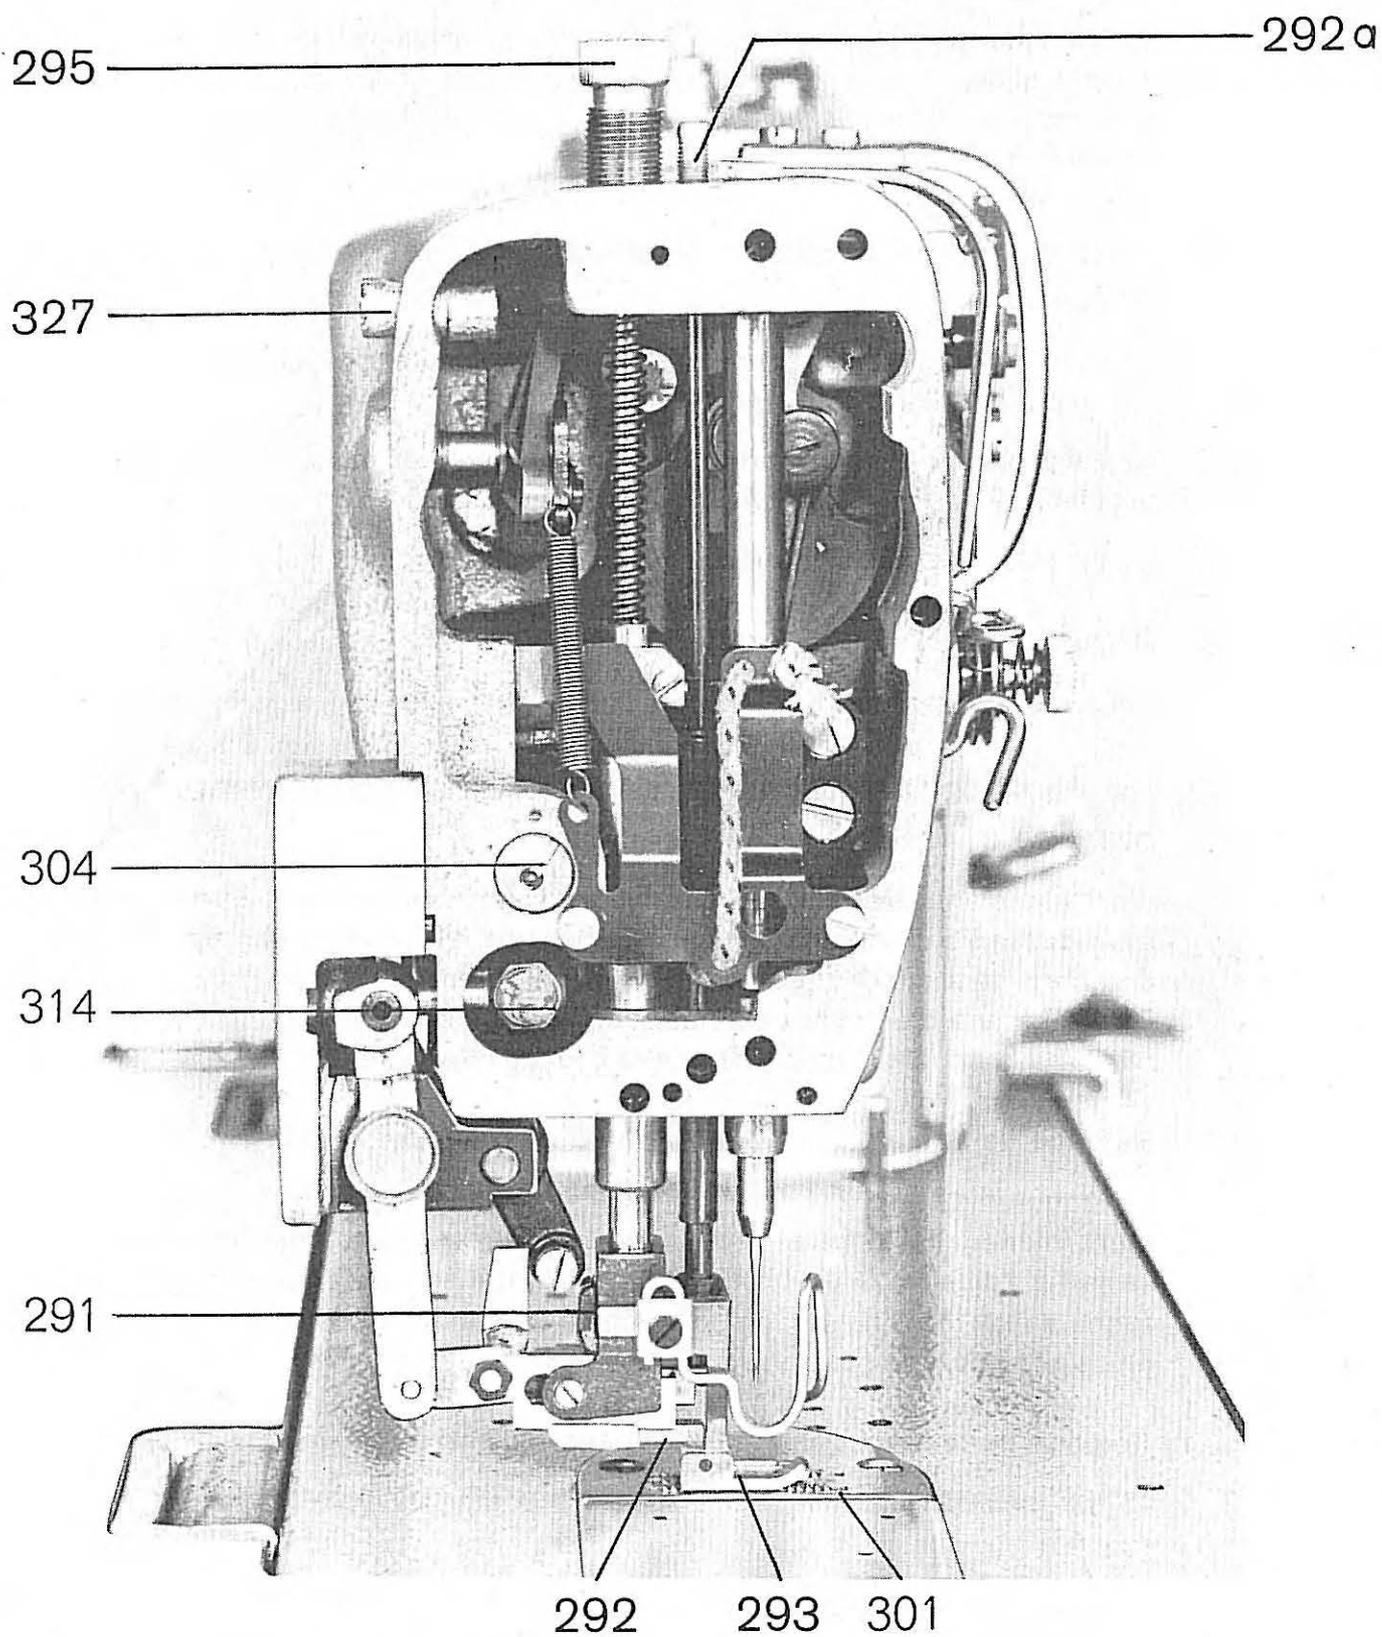
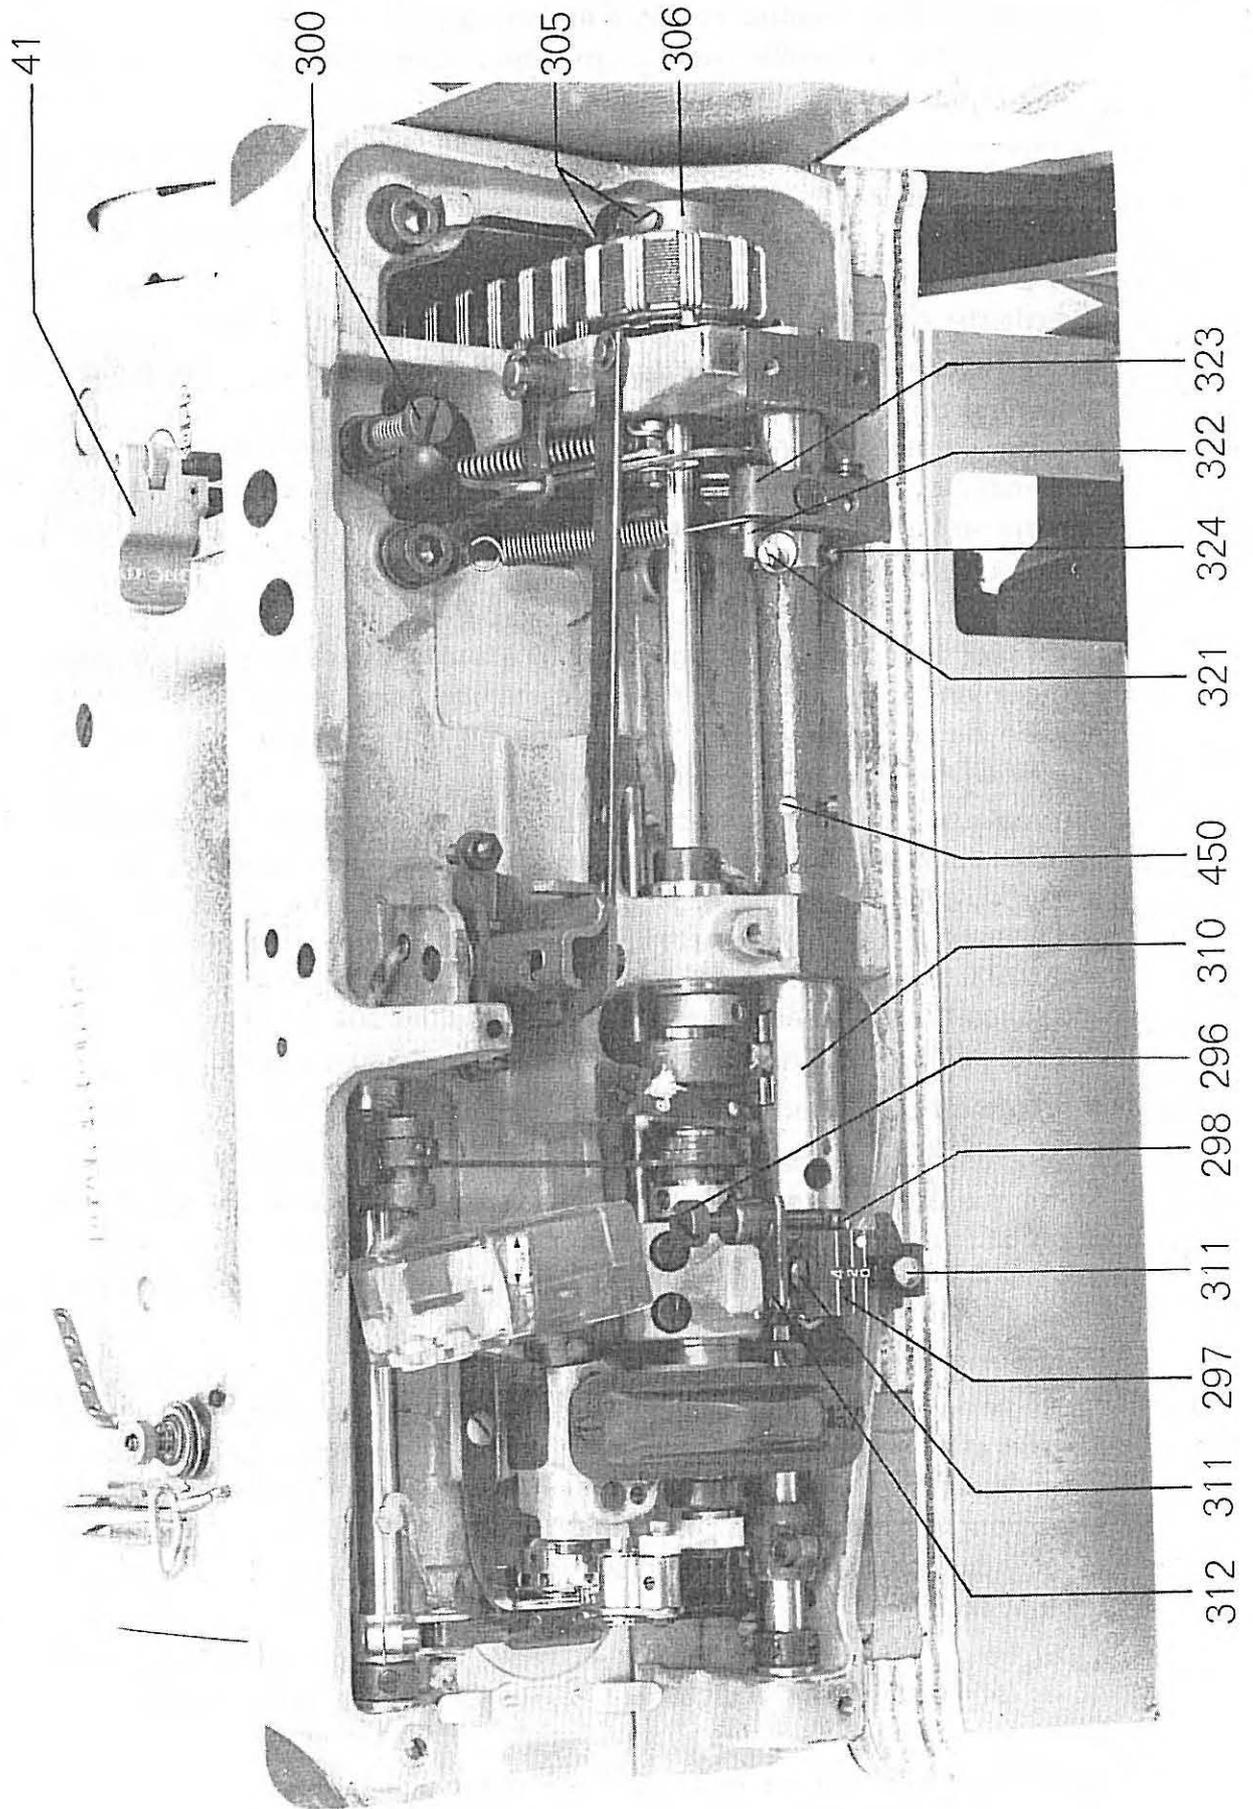
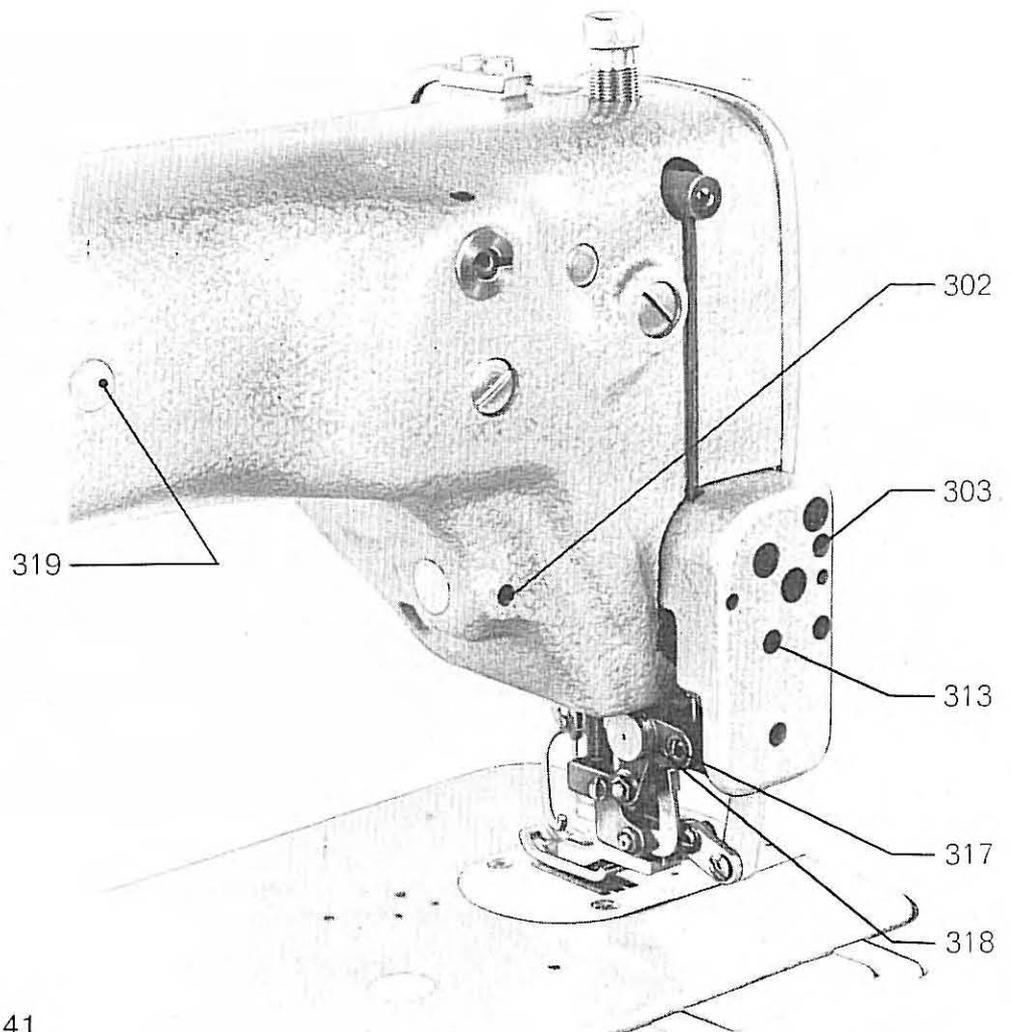
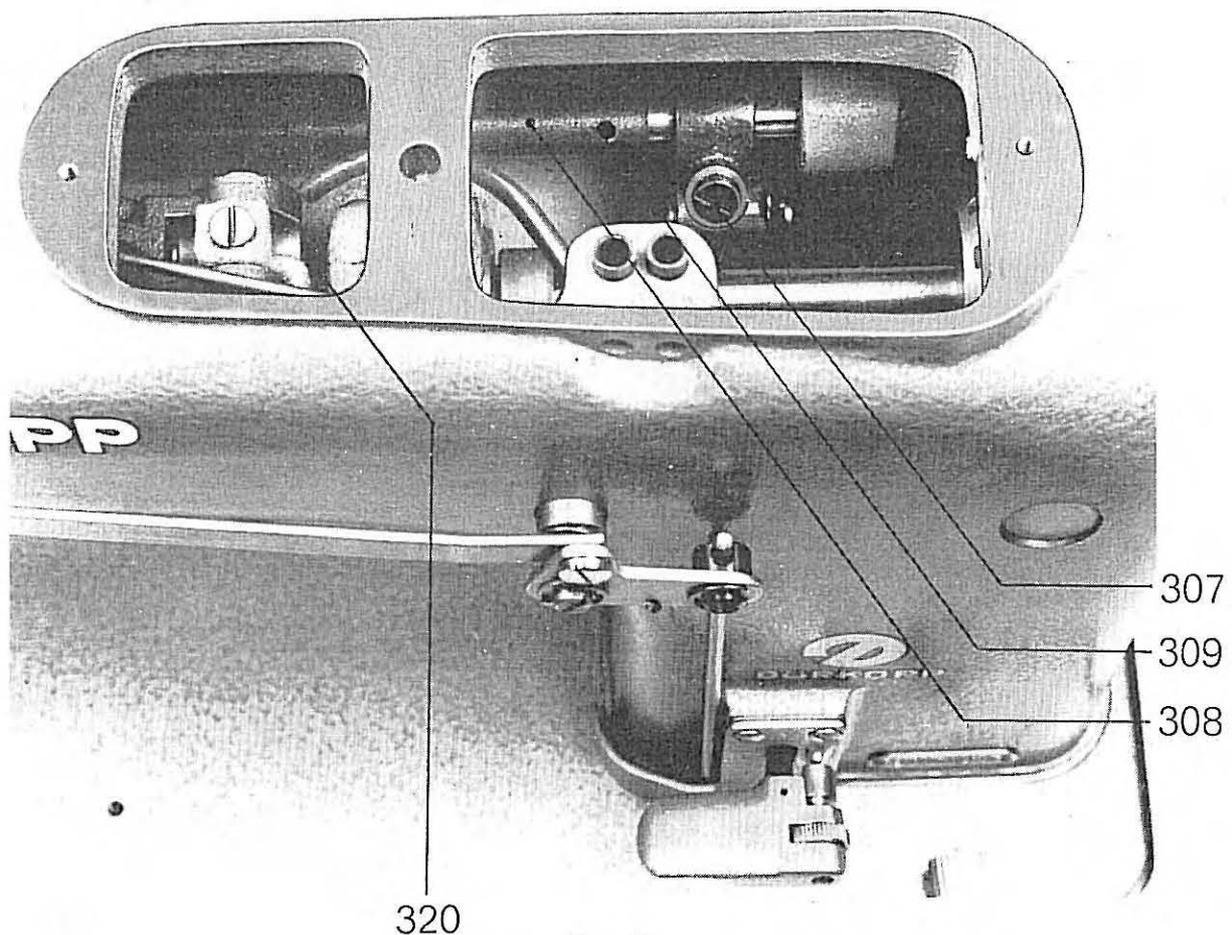

Fig. 39
Fig. 40
Fig. 41
Fig. 42
En plus des indications données dans les instructions de base pour le graissage de la machine (chapitres 2 et 12), il faut, en cas de la classe 219, imprégner le feutre 291 (fig. 39) d'une goutte d'huile lors du nettoyage hebdomadaire de la machine.
La pression du pied transporteur 292 (fig. 39) et du pied presseur 293 doit être adaptée au travail à exécuter.
La longueur du point est déterminée par la longueur d'avance de l'entraînement inférieur. La longueur d'avance maximale est de 4 ou 6 mm. Le réglage se fait à l'aide de la vis-butée 296 (fig. 40) qui se trouve sous le plateau fondamental. La longueur de point réglée est indiquée par la graduation 297 en relation avec le repère sur la butée 298.
La longueur de point de l'entraînement supérieur se règle par le levier 41 (fig. 40).
Lors de l'agrandissement de la longueur d'entraînement par le levier règle-points, il faut avoir soin que ce réglage ne soit pas bloqué par la vis-butée 300 (fig. 40).
Pour changer la marche avant en marche arrière, abaisser le levier règle-point 41 (fig. 40).
Régler l'entraînement inférieur par la vis-butée 296 (fig. 40) et l'entraînement supérieur par le levier règle-point 41 à la plus grande longueur de point. En tournant le volant dans le sens de marche, faire descendre la barre à aiguille de la position la plus élevée de 2,0 mm. Position «C» dans les machines avec jauge de réglage incorporée.
En déplaçant le levier règle-point 41 du point avant le plus long au point arrière le plus grand, il faut, dans cette position, que l'on ne voit que le plus petit mouvement possible au pied d'entraînement 292 (fig. 39) et à la griffe 301. Pour régler ce mouvement le plus réduit il faut, pour le pied d'entraînement 292, dévisser les vis de serrage 302 et 303 (fig. 41) et tourner en conséquence l'arbre excentrique 304 et pour la griffe 301 dévisser les vis 305 (fig. 40) pour pouvoir régler la poulie à courroie 306 sur l'arbre inférieur.
Il faut régler l'entraînement inférieur et supérieur à leur point mort, c'est à dire que si, en tournant le volant dans le sens de rotation, le levier règle-point 41 (fig. 40) et la goupille-butée 298 sont placés sur «0», la griffe 301 (fig. 39) et le pied d'entraînement 292 doivent exécuter le mouvement le plus réduit.
1. Régler le levier 41 sur «0» en tournant l'écrou moletté, retirer le couvercle du bras et dévisser la vis de serrage 307 (fig. 42). Pendant que l'on tourne le volant dans le sens de marche, placer une broche dans le trou 309, prévu à cet effet, pour tourner l'arbre à coulisse 308 de telle sorte que le pied d'entraînement indique le mouvement le plus réduit. Le réglage terminé, resserrer à fond la vis 307.
2. En tournant la vis-butée 296 (fig. 40) régler l'arbre à coulisse de telle sorte qu'en tournant le volant dans le sens de rotation la griffe 301 (fig. 39) exécute le mouvement le plus réduit.
Dans cette position de la coulisse, le repère de la goupille-butée doit s'aligner sur le repère «0» de la graduation 297 (fig. 40). Si ces repères ne s'alignent pas, dévisser les vis 311 et régler la graduation en conséquence. Ne pas dérégler en même temps l'équerre-butée 312.
Pour régler éventuellement cette distance, voire la position du pied d'entraînement, enlever d'abord le couvercle de tête, dévisser ensuite la vis que l'on peut atteindre par l'alésage 313 (fig. 41) et tourner l'excentrique 314 (fig. 39).
Dans les machines, munies d'un excentrique pour la levée **basse** du pied d'entraînement (levée de 1,2 mm, mesurée au levier de transmission 327, fig. 39) cette distance doit s'élever à environ 0,3 mm.
Ce réglage peut être effectué par le levier 318 après avoir desserré la vis 317 (fig. 41).
Le pied d'entraînement doit commencer son mouvement d'élévation au moment même où la pointe de l'aiguille **descendante** se trouve à la hauteur de la surface de la plaque à aiguille, c'est à dire au moment où elle pénètre dans le tissu. Ce moment exact peut être réglé après avoir enlevé le bouchon 319 (fig. 41) et après avoir dévissé, en passant par l'alésage maintenant libre, les deux vis de fixation de l'excentrique, ce qui permet alors de déplacer l'excentrique 320 (fig. 42) pour réglage. Ce réglage terminé, revisser à fond les deux vis de fixation de l'excentrique.